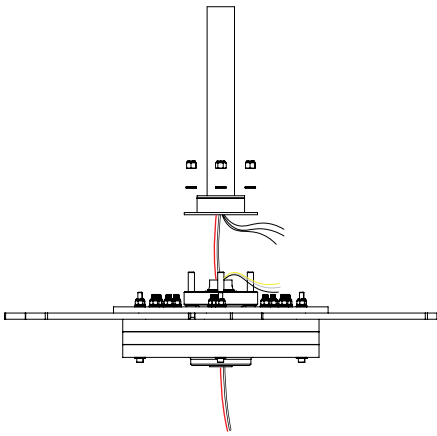
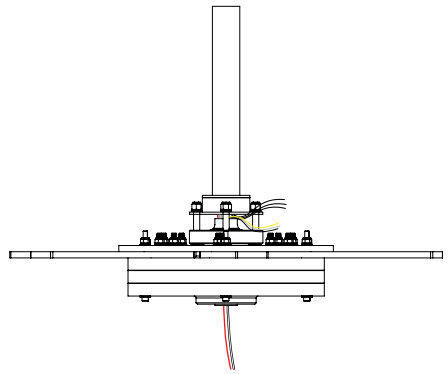

Fig. 6.5
Fig. 6.6
- a)** Utilice el kit de tornillería 13-TOR-04 para unir el motor a la extensión, dejando una abertura para conectar los cables de la unida e poder sin soportar el peso del equipo como se muestra en la fig. 6.5 y fig. 6.6 y